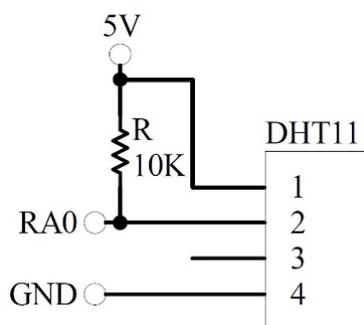

Figura 30: Sensor de temperatura e umidade DHT11 ligado a um Arduino
**Pinagem:** Alguns Sensores DHT11 possuem as indicações sobre onde deve ser ligado cada terminal (como na Figura 29). Outros sensores possuem quatro terminais, dos quais apenas três são usados: os dois primeiros e o quarto terminal. O primeiro terminal é ligado na saída de +5V do Arduino. O segundo é conectado no pino de entrada de dados na placa Arduino e o quarto terminal é ligado ao GND do Arduino. A Figura 30 demonstra como conectar o sensor DHT11 com o Arduino, utilizando um resistor de 10K.